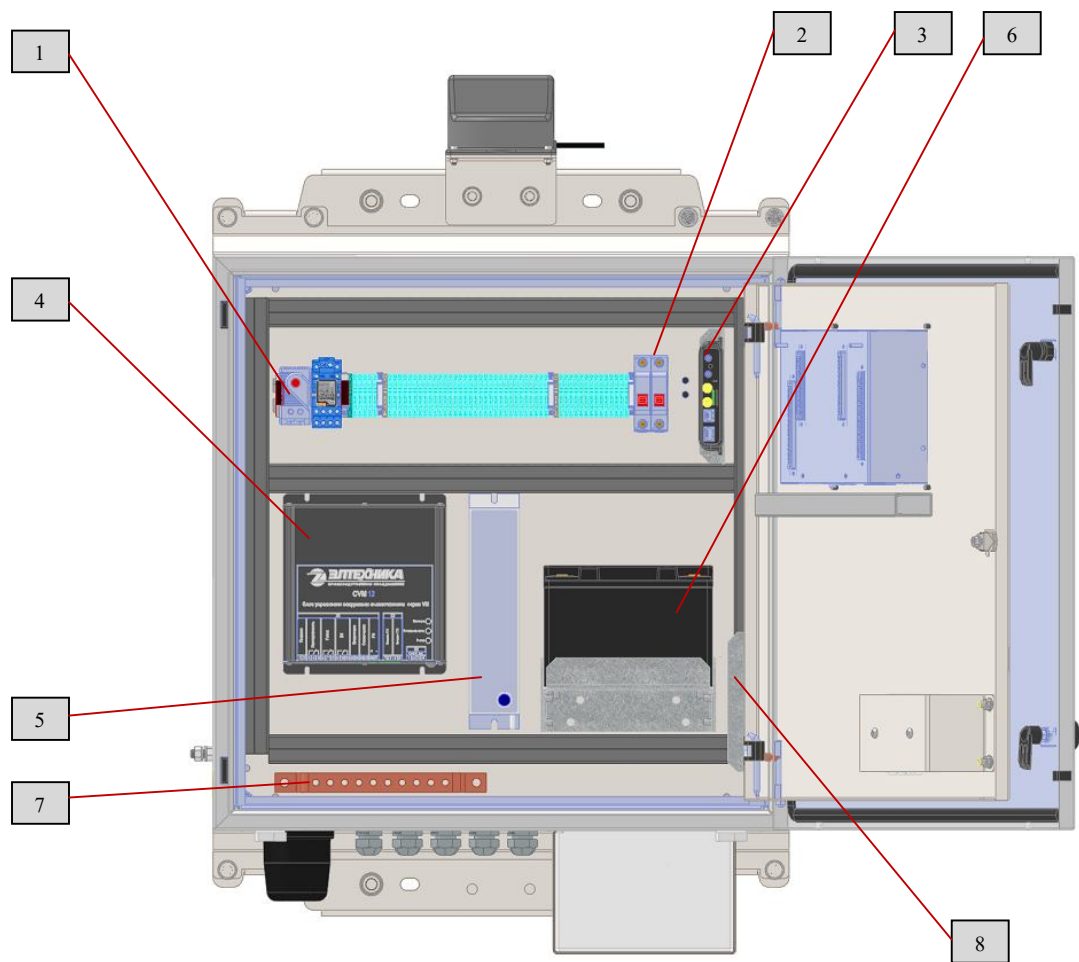

Рис. 6 Шкаф управления (с открытой внутренней дверцей)
Внутри шкафа управления на монтажной панели (рис.6) смонтированы термостат регулируемый (1), устройство защиты от импульсных перенапряжений (2), GSM роутер (3), блок управления вакуумным выключателем (4), источник питания для реклоузера (опционально с функцией компенсации напряжения заряда АКБ) (5). Функция компенсации напряжения заряда зависит от температуры окружающей среды, в которой находится аккумуляторная батарея и осуществляет контроль отклонения температуры от нормального значения в положительном и отрицательном направлении с помощью датчика температуры, увеличение напряжения заряда при снижении температуры окружающей среды, уменьшение напряжения заряда при увеличении температуры окружающей среды.